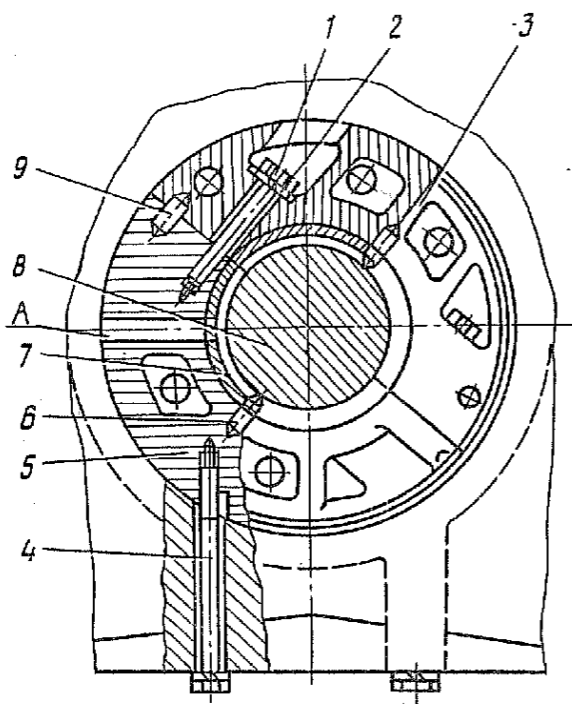

Рис. 25. Средняя опора коленчатого вала (вид со стороны носка коленчатого вала):
1.22. Отвернуть гайки крепления опоры переднего подшипника коленчатого вала и болты 4 (рис. 25) крепления средней опоры, снять стопорные шайбы (головка 14, вороток).
1.33. Установить в верхнюю 3 (рис. 25) и нижнюю 5 половины средней опоры вкладыши 7 и зафиксировать их штифтами 6 (плоскогубцы 150).
1.38. Закрепить среднюю опору подшипника коленчатого вала болтами 4 (рис. 25) с пружинными шайбами (головка 10, рукоятка динамометрическая).